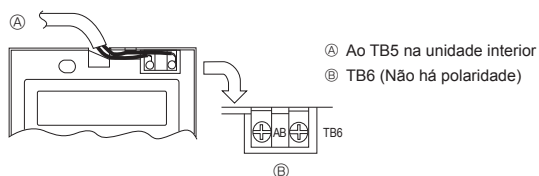

Fig. 6-5
2) Instruções de instalação (Fig. 6-5)